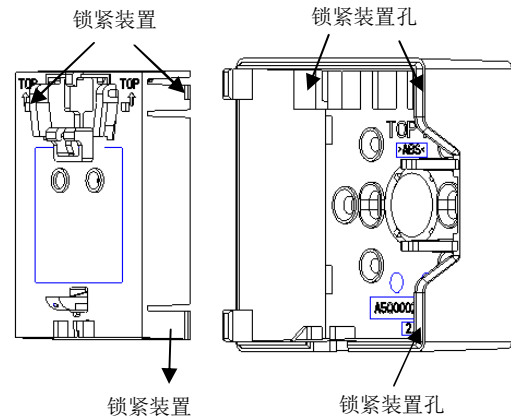

图5 电子部件安装
1. 将电子部件插入外壳内时应当使“TOP”字样朝上，参看图5，先将电子部件右侧的锁紧装置插入外壳右侧的锁紧装置孔，再轻轻按压电子部件上部，直到锁紧装置入位为止。当需要取出电子部件时，请用双手拇指按住电子部件右侧的锁紧装置，使其脱离外壳的锁紧装置孔，即可将面板取出。